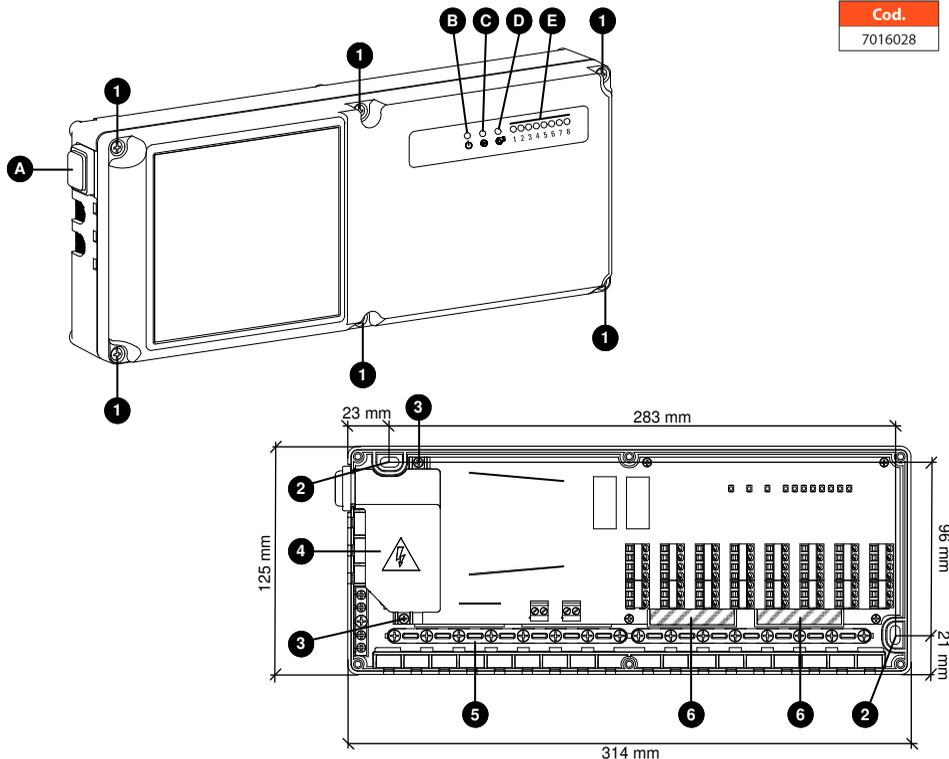

Fig. 1: Vista interna e parti meccaniche.
Led verde di alimentazione 'ϕ' (ⓑ Fig. 1)
Led rosso attivazione uscita pompa 'ⓐ' (Ⓒ Fig. 1)
Led rosso attivazione uscita caldaia 'ⓑ' (Ⓓ Fig. 1)
Led di stato uscite attuatori '1..8' (Ⓔ Fig. 1)
Interruttore luminoso ON / OFF (ⓐ Fig. 1)
L'interruttore luminoso posizionato sul fianco sinistro della centralina toglie tensione dalle uscite ma non isola le parti posizionate sotto il coperchio plastico ⓐ di Fig. 1; in questo modo e' possibile accedere ai termostati ed agli attuatori durante l'installazione per la verifica e la eventuale ricerca di guasti.
- Togliere le 6 viti indicate con ⓐ in Fig. 1 e rimuovere il
- Fissare la base del dispositivo alla parete utilizzando i due fori per viti indicati con ② in Fig. 1.
- Togliere le 2 viti indicate con ③ in Fig. 1 e rimuovere il coperchio copri morsettiere indicato con ④ in Fig. 1.
Rimuovere, con l'aiuto di un cacciavite, i tasselli della base, indicati in ⑥ di Fig. 1. A questo punto si possono far passare i cavi attraverso le aperture prodotte nella base fino a raggiungere i morsetti.